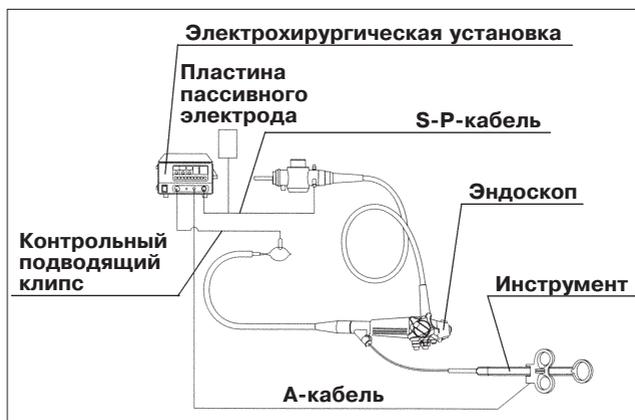

Рис. 4.3
5. Присоедините А-кабель, S-P-кабель и контрольный подводящий клипс к эндоскопу, электрохирургической установке и инструменту, как описано в руководстве по эксплуатации электрохирургической установки. Присоедините контрольный подводящий клипс к электрохирургической петле (см. рис. 4.3).